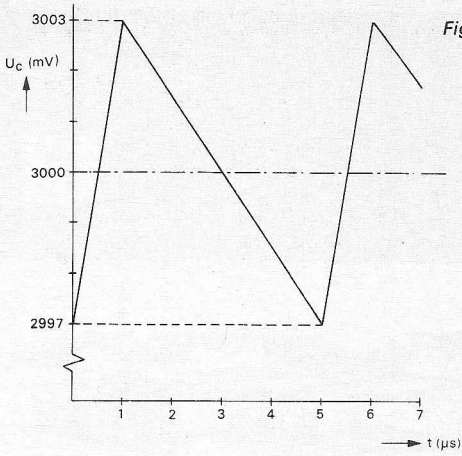

Fig. 13.
b. Zoals reeds vermeld, is de spanning op de condensator vrijwel gelijk aan 3 V. De kleine variaties die hierin optreden, berekenen wij als volgt. Gedurende de tijd van 0 tot 1  $\mu\text{s}$  wordt de condensator geladen door een stroom van 6 mA. De lading neemt dus toe met  $\Delta Q = 6 \times 10^{-3} \times 10^{-6} = 6 \times 10^{-9}$  coulomb en de spanning stijgt met  $\Delta V = \Delta Q/C = 6 \times 10^{-9}/10^{-6} = 6 \times 10^{-3} \text{ V} = 6 \text{ mV}$ . Van 1 tot 5  $\mu\text{s}$  daalt de spanning weer met dit zelfde bedrag. De condensatorspanning varieert dus tussen 3003 mV en 2997 mV (zie fig. 13).